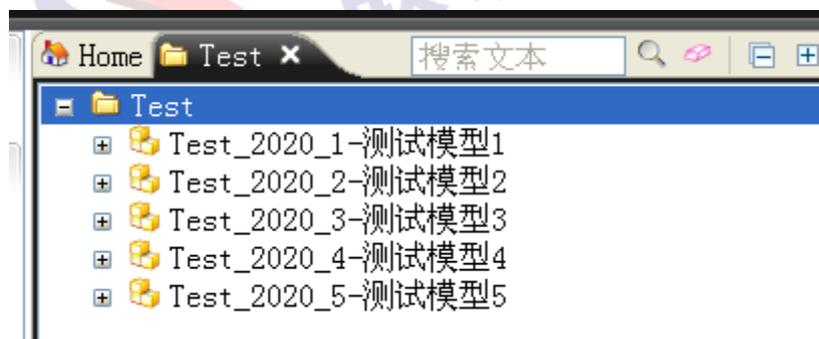

图 4
3、排序方式选择完成之后点击确定，我们再次查看导入的 item 组件，已经按照我们的要求排序了，具体如下图 4 所示。